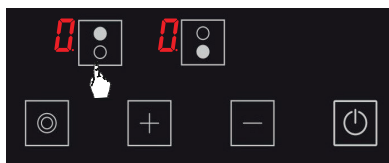

Abbildung 9
2. Drücken Sie ein Mal die entsprechende Kochzonen-Auswahl-taste. Das **0** Symbol wird angezeigt, wenn Sie sie zum ersten Mal berühren. (Siehe Abb. 9)